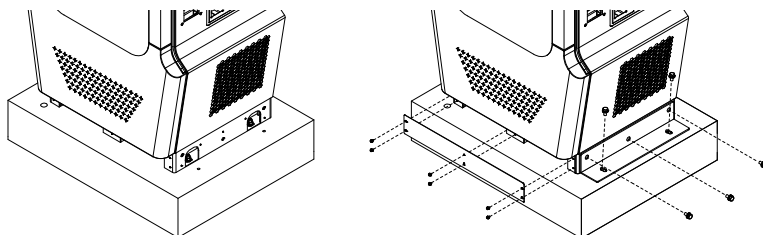

Figura 17. Instalarea suportului în formă de L
6) Metoda de atașare 2: Găuriți patru șuruburi de expansiune M 12 pentru a utiliza cele 2 console L care vin în pachetul de accesorii. A se vedea Figura 17.
1) Atașați clemele L folosind 4 șuruburi de expansiune M12. A se vedea Figura 17.